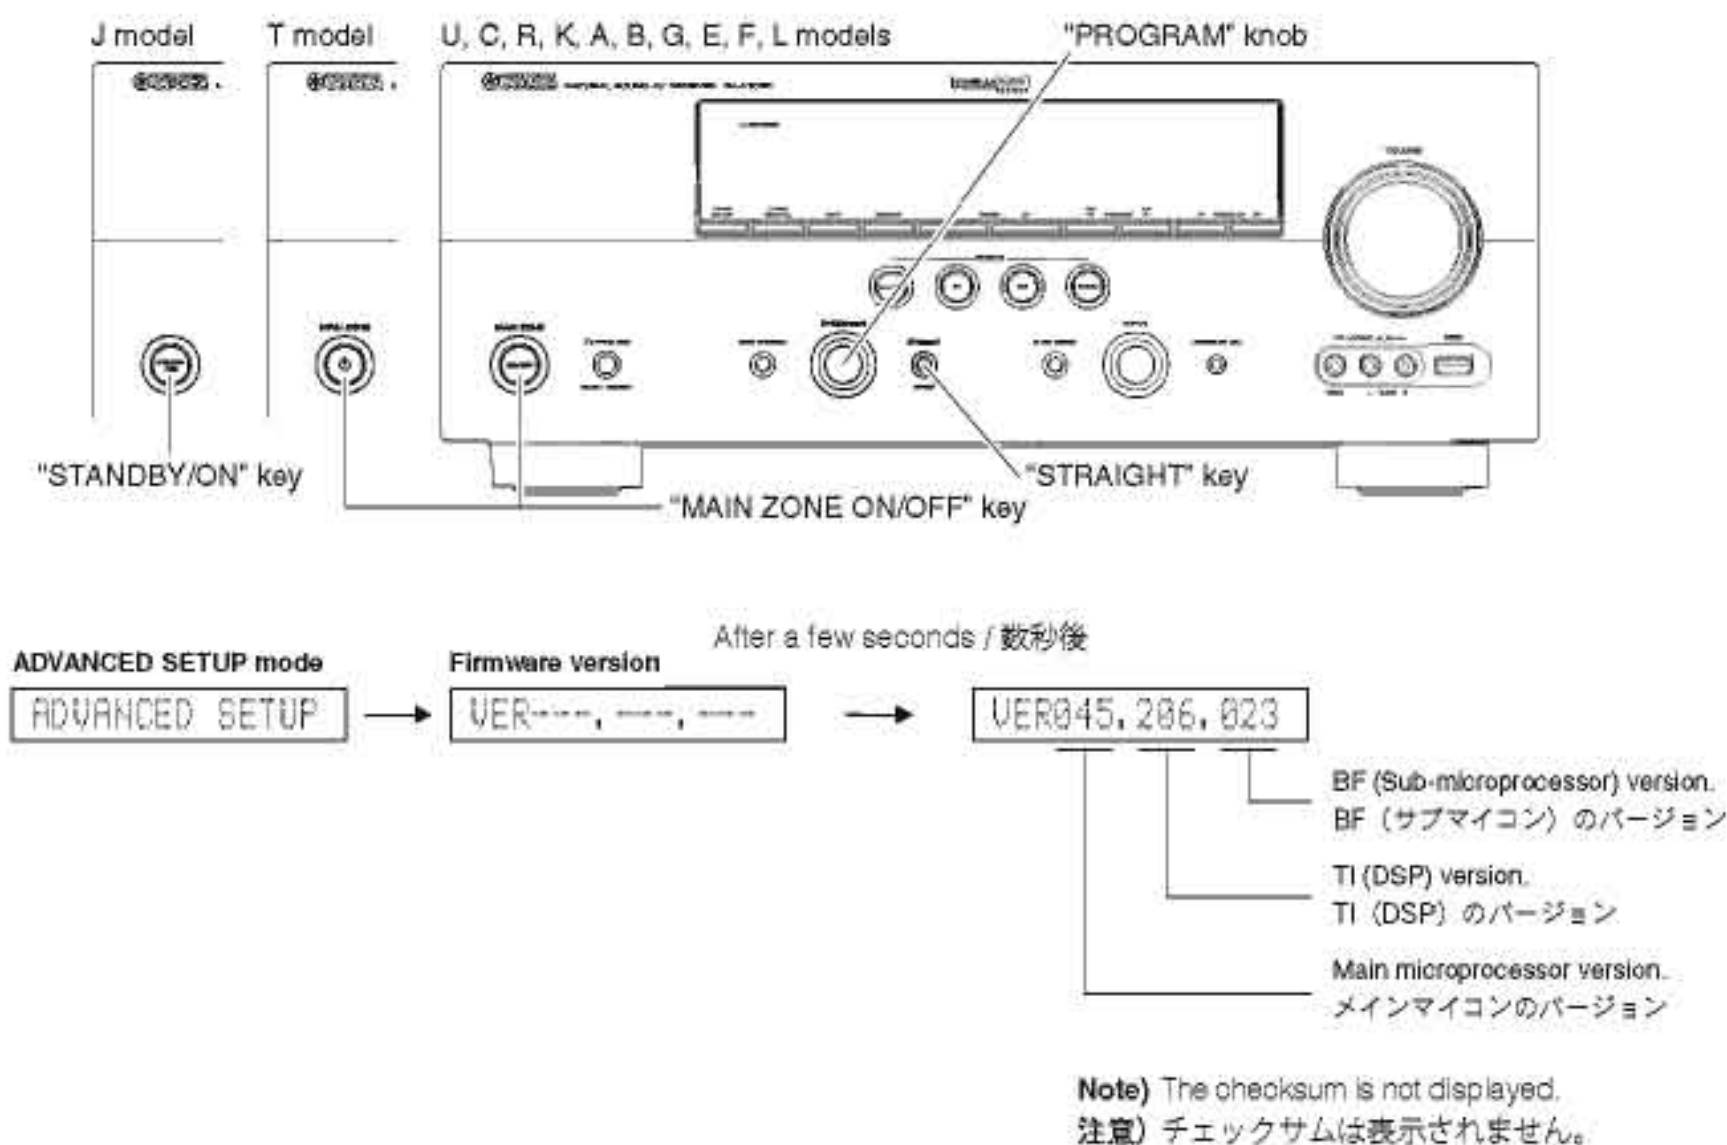

Fig. 1
1. While pressing the "STRAIGHT" key of this unit, press the "MAIN ZONE ON/OFF" key of this unit to turn on the power. The ADVANCED SETUP mode is activated, and "ADVANCED SETUP" is displayed. (Fig. 1)
2. Rotate the "PROGRAM" knob and select the "VER---,---,---". (Fig. 1)
1. 本機の "STRAIGHT" キーを押しながら "STANDBY/ON" キーを押して電源を入れます。アドバンスドセットアップモードが起動し、"ADVANCED SETUP" が表示されます。(Fig. 1)
2. 本機の "PROGRAM" ツマミを回し、"VER---,---,---" を選択します。(Fig. 1)